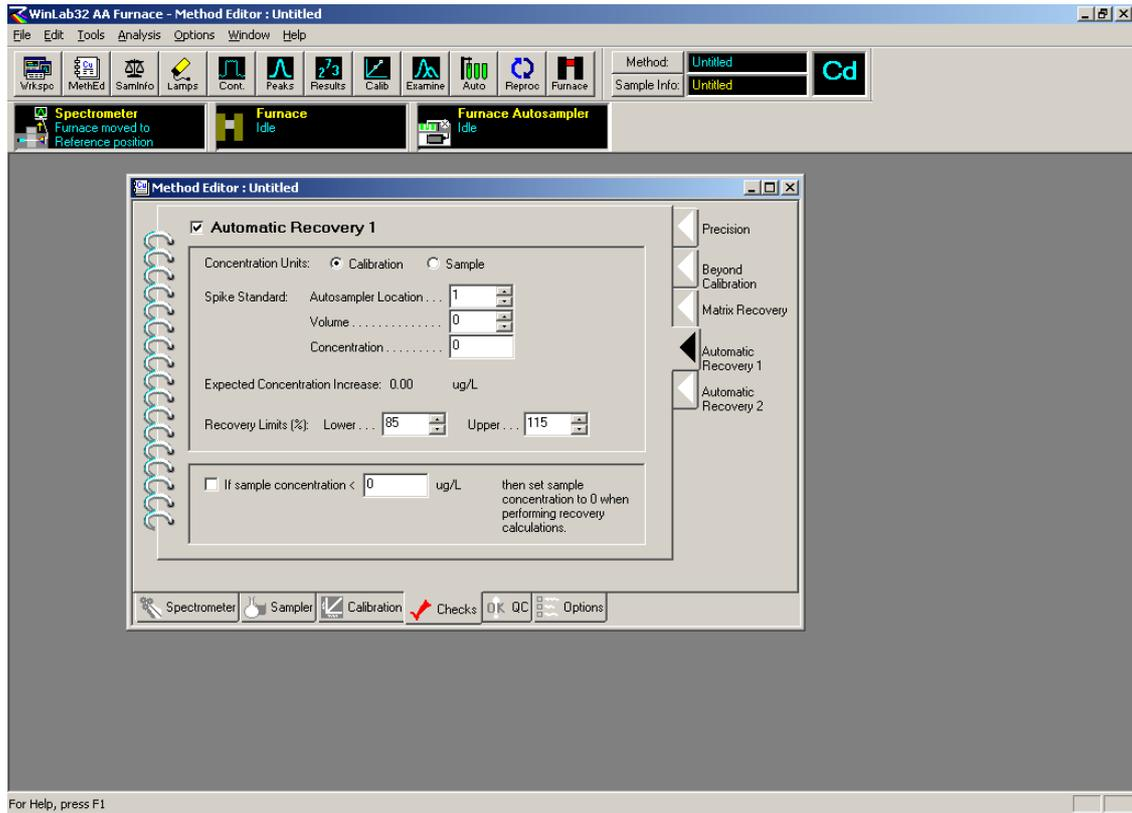

图 37. 自动回收率试验页面 1
2. 2. 13 右面空格内需要输入的是每一对样品加入的标准浓度(或含量), 它们的位置在样品信息文件中决定. 如需检查样品溶液测量过程中所受到的干扰(样品溶液中测定元素的信号是增强了还是被抑制了), 可进入到自动回收率试验设定页面. 它又被分成两部分, 点击"Automatic Recovery1"进入到第一部分如图 37: